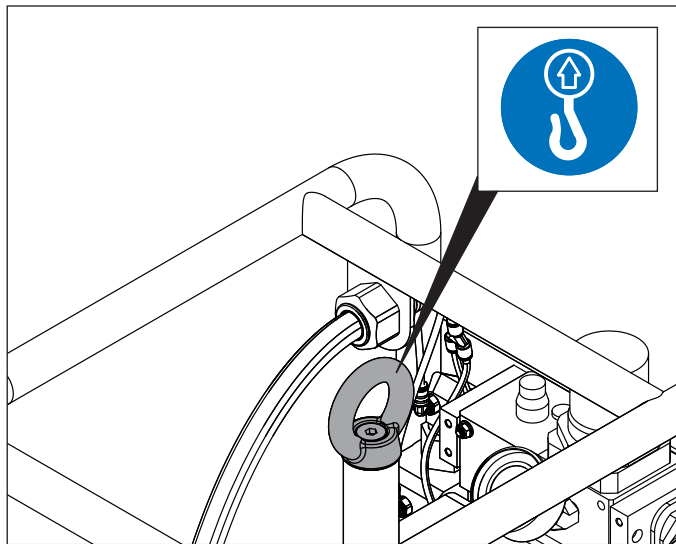

Abbildung 7: Hebeöse der Pumpe
- Die Pumpe darf ausschließlich mithilfe der eingebauten Hebeöse angehoben werden. Siehe Abbildung 7. Der Schutzrahmen, der Hydrauliköltank oder das Gehäuse des Druckluftmotors dürfen NICHT als Hebeplatz verwendet werden.